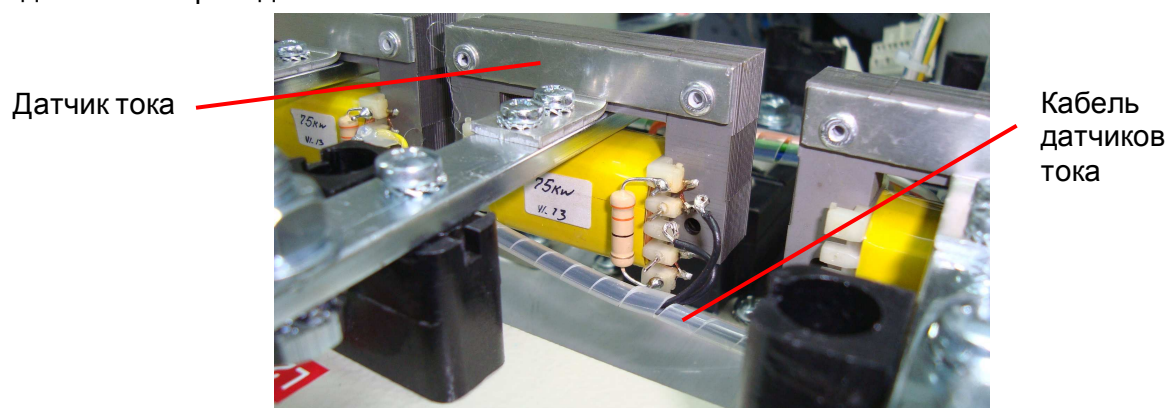

Рис. 7.14
7.5.6. К выводам датчика припаять провода кабеля датчиков тока (рис. 7.14). Полярность подключения проводов значения не имеет.